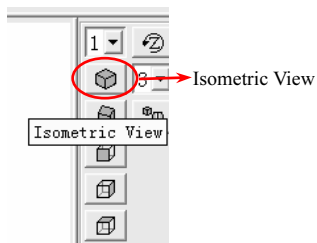
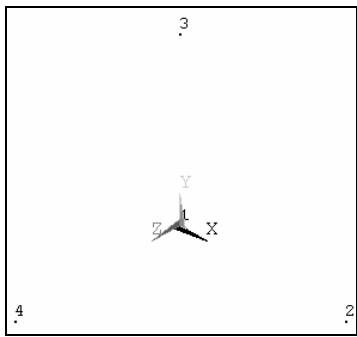
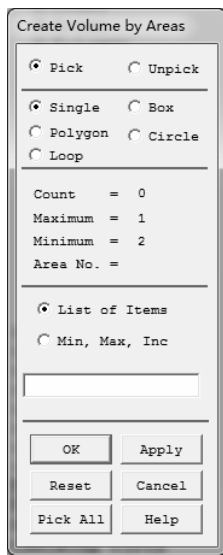

图 2-32 视图工具条
图 2-33 关键点
图 2-34 “Create Volume by Areas”窗口
(5) 单击操作界面右侧视图工具条上的“Isometric View”按钮（见图 2-32），将视图转为轴测图（见图 2-33）。
(6) Main Menu>Preprocessor>Modeling>Create>Areas>Arbitrary>Through KPs，弹出“Create Are...”窗口。
(7) 依次用鼠标单击关键点 1、2、3，单击“Create Are...”上的“Apply”按钮生成第一个面。
(8) 继续用鼠标单击关键点 1、2、4，单击“Create Are...”上的“Apply”按钮生成第二个面。
(9) 继续用鼠标单击关键点 1、3、4，单击“Create Are...”上的“Apply”按钮生成第三个面。
(10) 继续用鼠标单击关键点 2、3、4，单击“Create Are...”上的“OK”按钮生成第四个面。
(11) 用 Ctrl+鼠标右键转动视图，得到一个便于观看的视角，建立的面消失，出现关键点。
(12) 依次选择 Utility Menu>Plot>Areas，消失的面重新出现。
(13) 依次选择 Main Menu>Preprocessor>Modeling>Create>Volumes>Arbitrary>By Areas，弹出“Volume by Areas”窗口（见图 2-34）。
(14) 用鼠标左键逐一单击刚才生成的四个面，然后单击“Create Vol...”窗口上的“OK”按钮生成体。